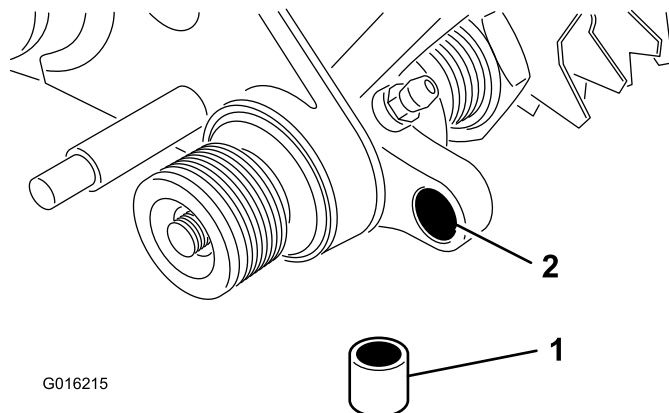

Figure 9
20. Insérez une douille dans le trou de l'entraînement droit du groomer (Figure 9).